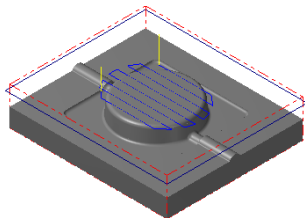

图 12.16 刀具路径
(2) 设置精加工平行铣削参数。在“曲面精加工平行铣削”对话框中单击 **精加工平行铣削参数** 选项卡，然后在 **大切削间距 (M)** 文本框中输入值 8.0。
(3) 单击 **间隙设置 (G)...** 按钮，在系统弹出的“刀具路径的间隙设置”对话框的 **切线的长度** 文本框中输入值 10.0。单击 按钮，系统返回至“曲面精加工平行铣削”对话框。
Step7. 单击“曲面精加工平行铣削”对话框中的 按钮，同时在图形区生成图 12.16 所示的刀具路径。